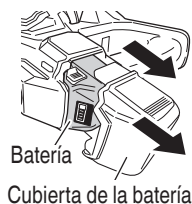

Fig. 27
- (5) Desacople la cubierta de la batería y la batería. Hacerlo evitará que el interruptor sea activado por error. (Fig. 27)